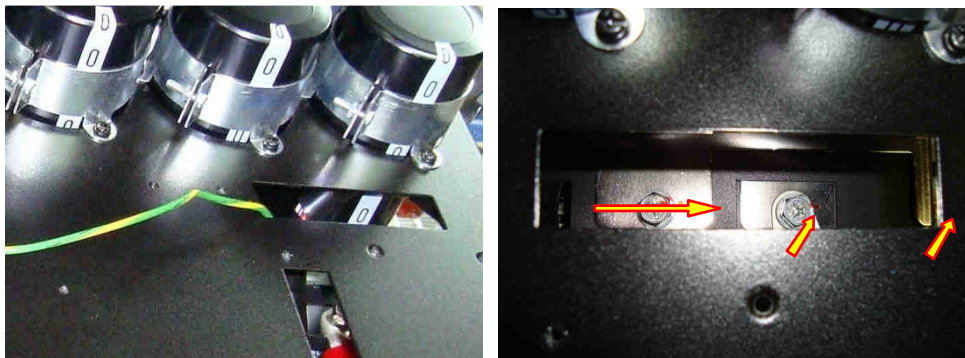

Рис. 6.18.
6.11.2. Выкрутить 2 винта крепления силовых проводов к шинам «+» и «-», показанных на рис. 6.18, и положить их в тару.